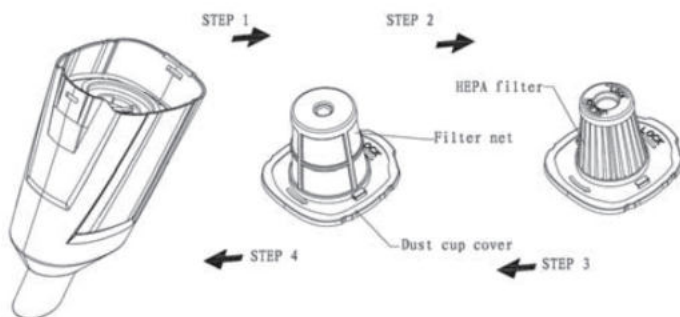

FIG.5
- Scoateți capacul cupei de praf din cupa de praf (pasul 1), opriți plasa filtrului de pe capacul cupei de praf (pasul 2), verificați și strângeți filtrul HEPA de pe capacul cupei de praf. (vezi FIG.5)
- Strângeți plasa filtrului pe capacul cupei de praf (pasul 3), puneți capacul cupei de praf la cupa de praf (pasul 4). (vezi FIG.5) Puneți cana de praf pe produs.